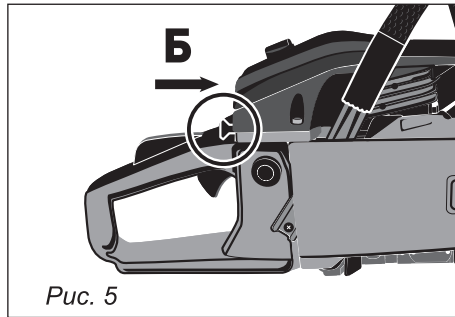

Рис. 5
6. Переведите рукоятку воздушной заслонки в положение «Б» - «рабочее положение», надавив на нее до упора (рис. 5).
запуске, повторите действие 10–15 раз, это поможет избавиться от излишков топлива в картере двигателя, установите свечу зажигания на место, переведите выключатель в положение «ВКЛЮЧЕНО», переведите воздушную заслонку в положение «ОТКРЫТО» см. рис. 5 (Б). Не производите подкачку топлива с помощью праймера. Произведите запуск двигателя с помощью стартера. двигатель за пуснется.